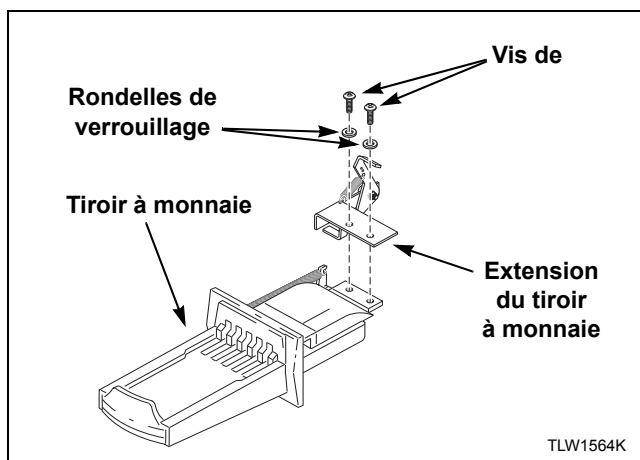

Figure 93
1. Fixer l'extension sur le dessus du tiroir en utilisant les deux vis et les rondelles de blocage qui restent. Se reporter à la *Figure 93*.
3. Fixer l'extension sur le dessus du tiroir en utilisant deux vis et deux rondelles de blocage. Se reporter à la Figure 93.